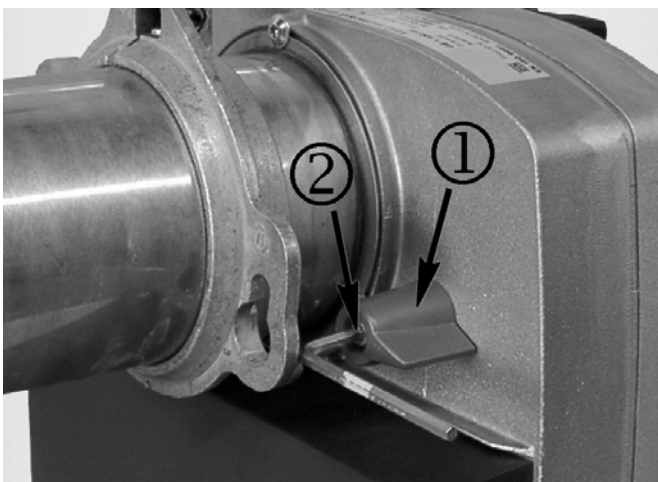

Abb. 8: ① Luftklappeneinstellung
Zur Einstellung der Luftmenge wird die Klemmschraube ② gelöst (s. Abb. 8). Nun kann die Luftklappe mit dem Hebel ① verstellt werden, dabei muss die Gebläsepressung kontrolliert werden.